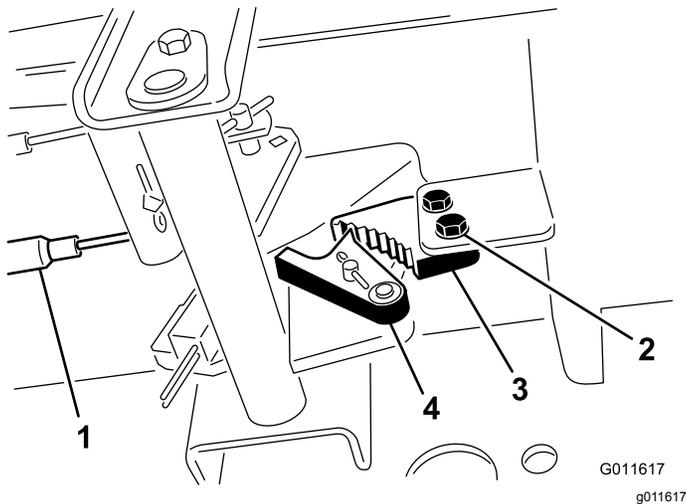

Figure 88
1. Desserrez les 2 vis qui fixent le cliquet du frein de stationnement au cadre (Figure 88).
2. Appuyez sur l'avant de la pédale du frein de stationnement jusqu'à ce que le verrou s'engage complètement sur le cliquet (Figure 88).